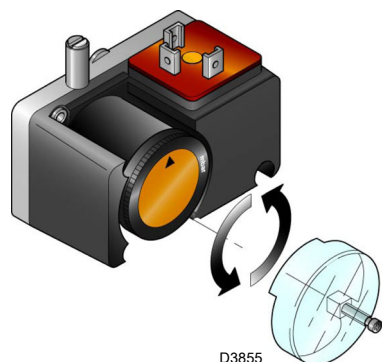

图 29
- 设定最低燃气压力开关（图 29）至量程的起始位置。
在调节燃烧器、燃气阀和阀组稳定器后，再调节低燃气压力开关（图 29）。